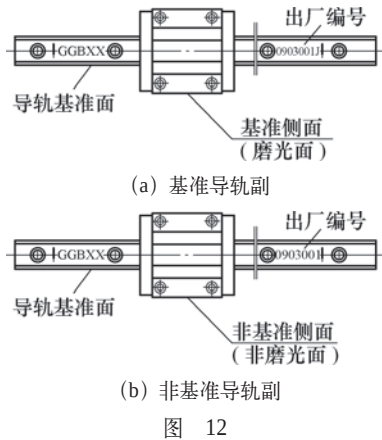
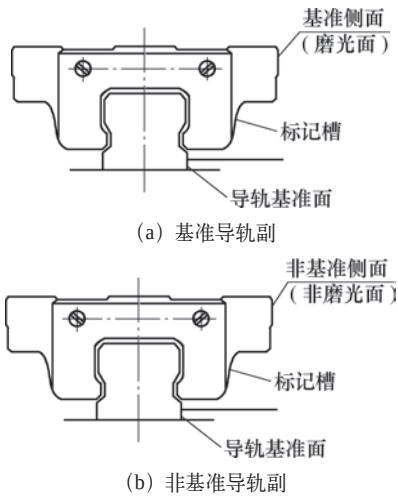
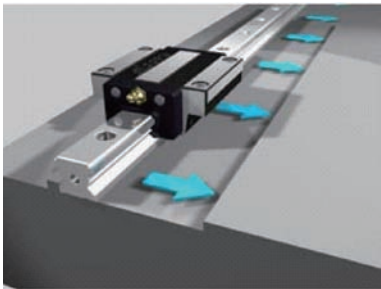

图 12
图 13
图 14
②导轨安装基面与滑块基准安装面的倒角处理。若发现倒角过大或凸出,应及时采用油石和锉刀修饰,否则会造成导轨精度的安装不良或者会干涉滑块。③直线导轨安装基面螺纹孔的加工。确认安装螺孔的位置是否正确,为保证螺孔加工的高精度,须选用数控设备定位加工,各相连螺孔的中心距公差 $\leq 0.1\text{mm}$ 。④开箱后直线导轨的检查。检查直线导轨是否有合格证、钢球是否散落、零件有否碰伤或锈蚀,然后将防锈油清洗干净待装配。
(2) 非接长导轨的安装:
①安装前擦拭掉导轨上的防锈油,使用油石轻轻去除底座安装面的翻边毛刺,并用布擦净;然后涂上一层低粘度机油,以达到防锈效果。②正确区分基准导轨副与非基准导轨副(见图12),基准导轨副上有“J”标记,滑块上有磨光的基准侧面。③认清导轨副安装时所需的基准侧面(见图13)。④将导轨轻轻放在底座安装面上,导轨的基准侧面与安装台阶基准侧面相对,检查螺栓的位置,确认螺孔位置正确,预紧固定螺钉,使导轨基准侧面与安装台阶侧面紧密相接,如图14、图15所示。